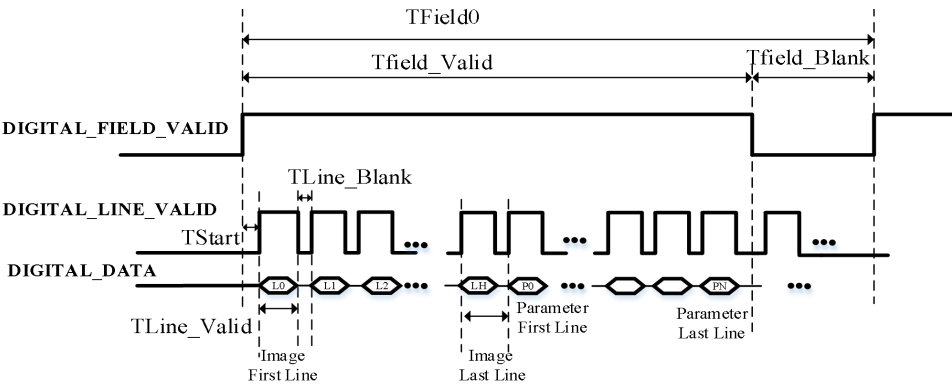

图 11 RAW16/YUV422+参数行行场关系时序图
a) 数据源为 RAW16 或 YUV422 带参数行的行场关系时序图如图 11 所示。